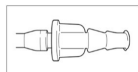

Figura 3: Barbeta de aspiração
3. Caso pretenda realizar aspiração, encaixe a barbeta de aspiração num sistema de aspiração através de tubagem de aspiração (Figura 3).